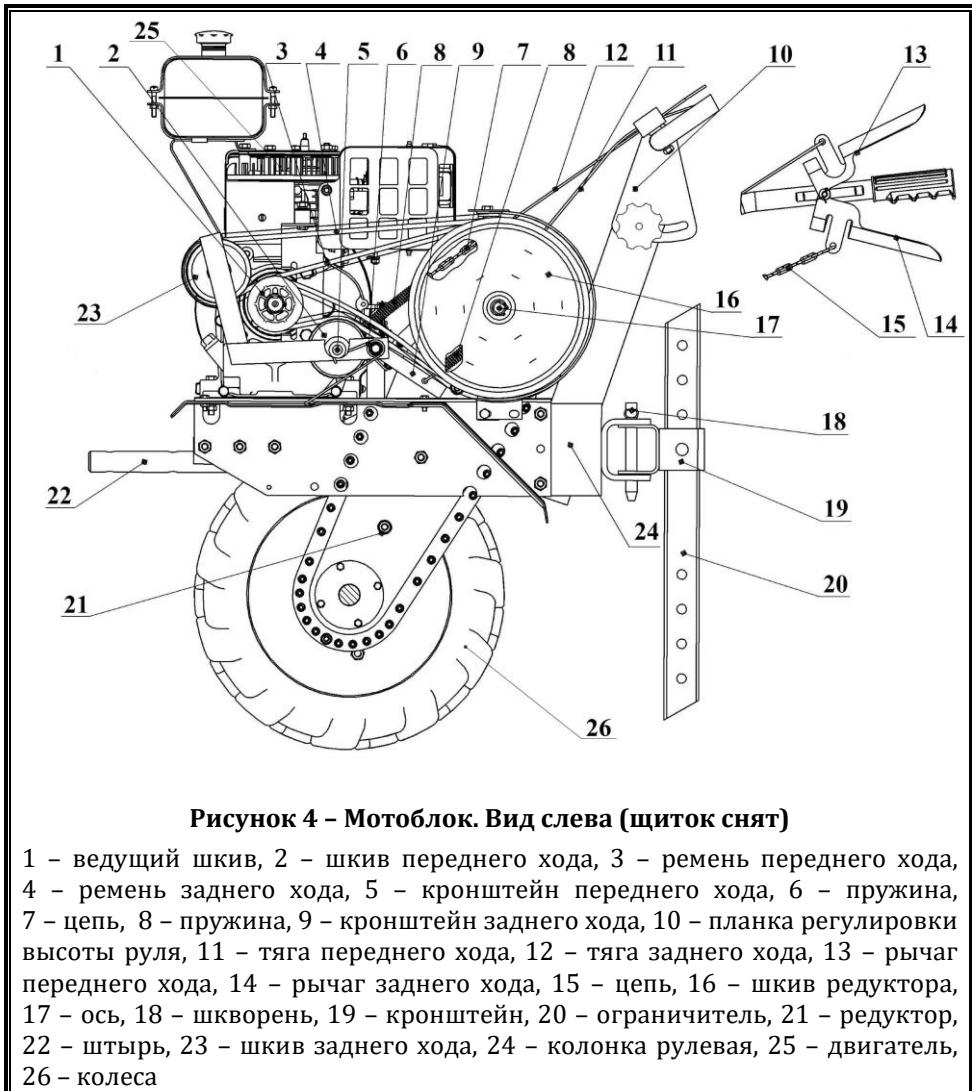

Рисунок 4 – Мотоблок. Вид слева (щиток снят)
5.3.1 На мотоблоке МБ-1Д1М (рисунок 4) и его модификациях сцепление состоит из: двух ремней 3 и 4, шкива переднего хода 2, шкива заднего хода 23, ведущего шкива 1, шкива редуктора 16, тяг 11 и 12, цепей 7 и 15, пружин 6 и 8, рычага переднего хода 13 и рычага заднего хода 14.
Штырь 22 (рисунок 4) установите в горизонтальное положение и зафиксируйте крепежом. При упаковке штырь опускается вниз, а крепёж устанавливается на место крепления штыря.
- 1) один конец тяги 11 (рисунок 4) присоедините к рычагу 13 переднего хода, а второй с помощью цепи 7 – к пружине 6;